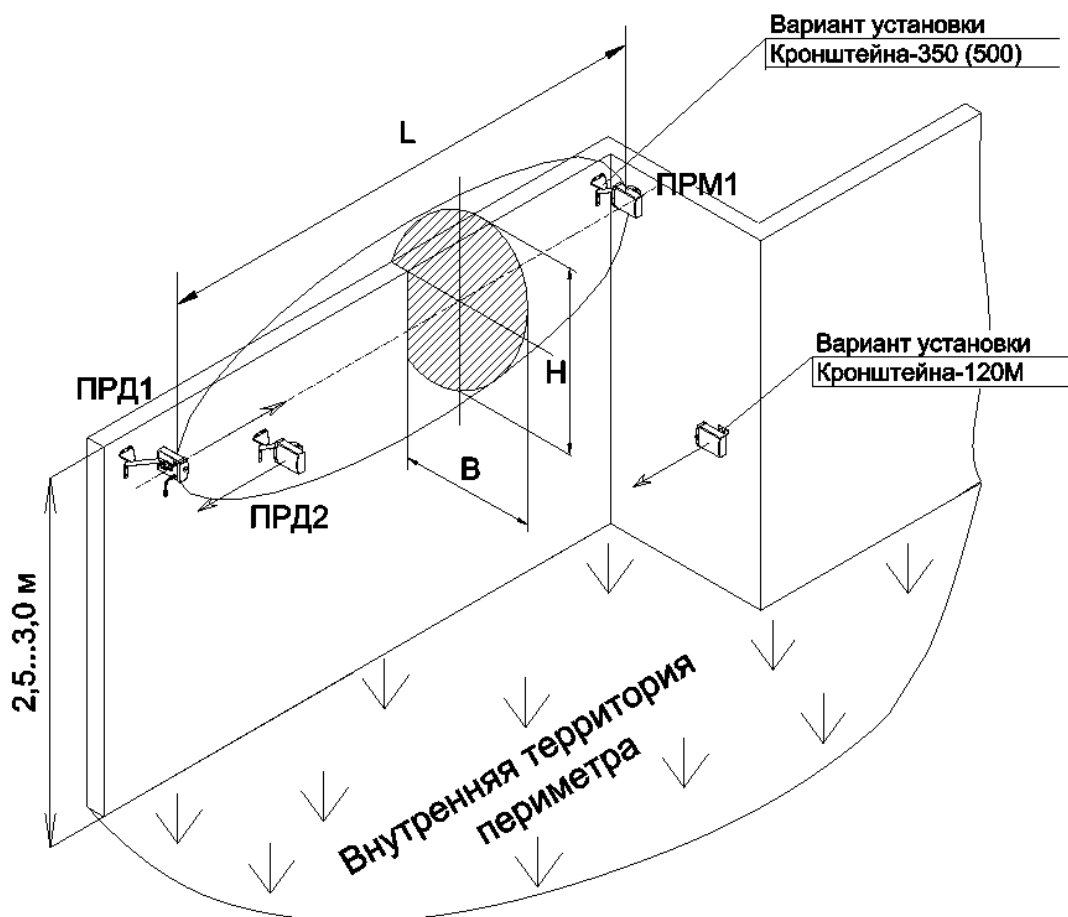

Рисунок 2.8 – Пример установки извещателя с применением выносных кронштейнов 500, 350, 120М
– Кронштейн-500 (вынос 500 мм) рекомендуется применять, если верх заграждения «закрыт» средствами физической защиты (АСКЛ, АКЛ и т.п.) (см. рисунок 2.8);
– Кронштейн-350 (вынос 350 мм) рекомендуется применять, если по верхней части заграждения отсутствуют средства физической защиты (см. рисунок 2.8).